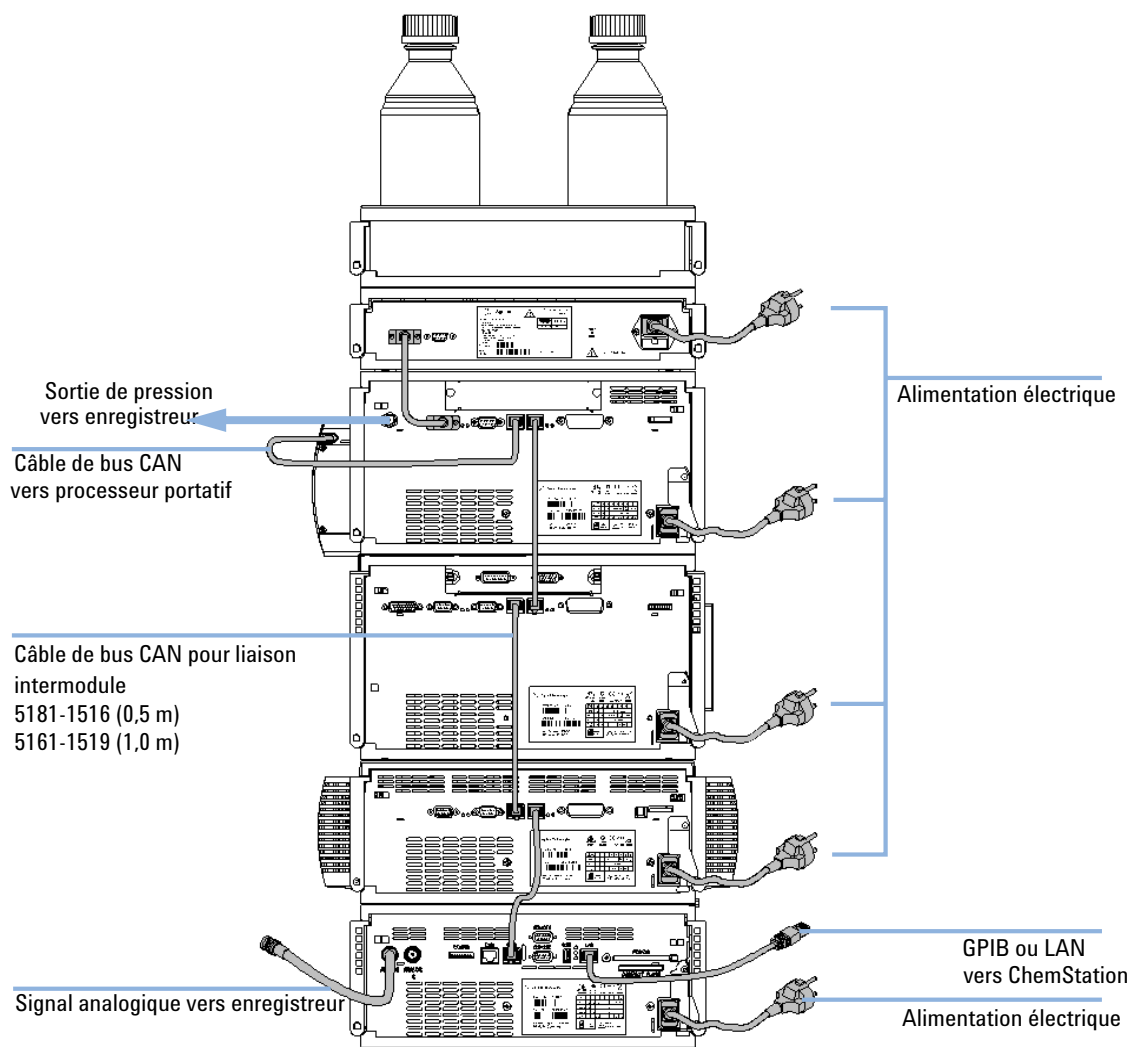

Figure 6 Configuration recommandée de la pile (vue de dos)
- 4 Branchez le câble CAN dans le connecteur CAN du module suivant ; voir Figure 6, page 30.
- 4 Branchez le câble APG dans le connecteur de la commande à distance APG ; voir Figure 6, page 30.